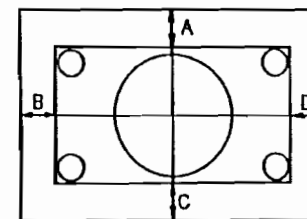

Figure 1
1. Laden Sie die VDU-Testsoftware (F3) und starten Sie das Kreis-Testbild (0).
2. Mit Regler VR404 das Testbild wie in Abbildung 1 einstellen.
2. Adjust the VR404 so that the Border Size become as shown below. (Refer to Fig. 1)